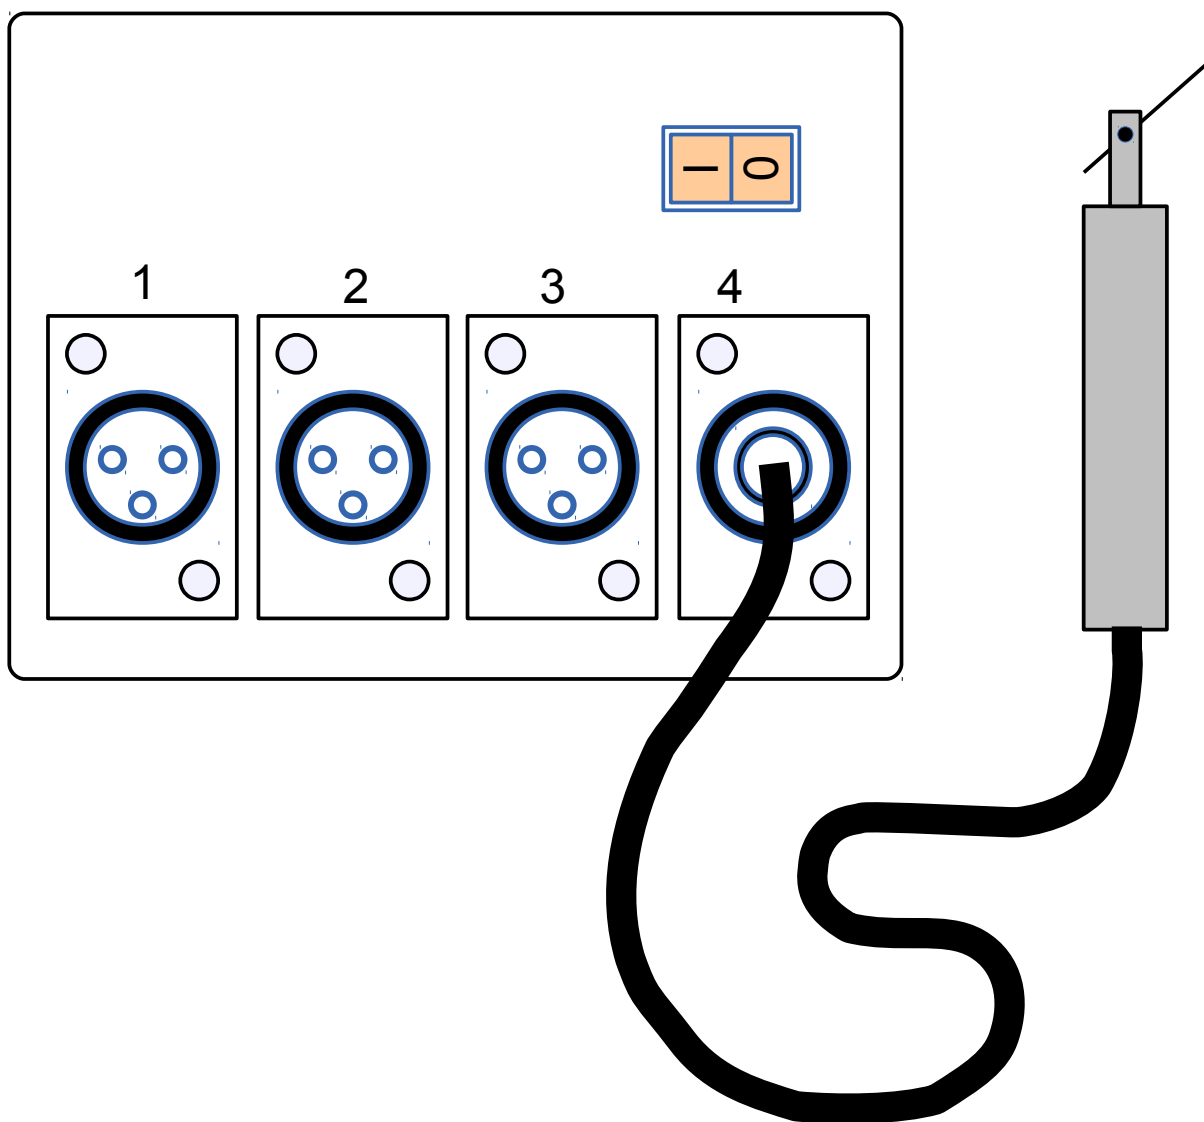

Рис. 6. Подключение инструмента. (панель управления не показана)
2.2.2 К прибору подключается инструмент в соответствии с рис. 6.
- подключить к прибору инструмент в соответствии с рис. 6;